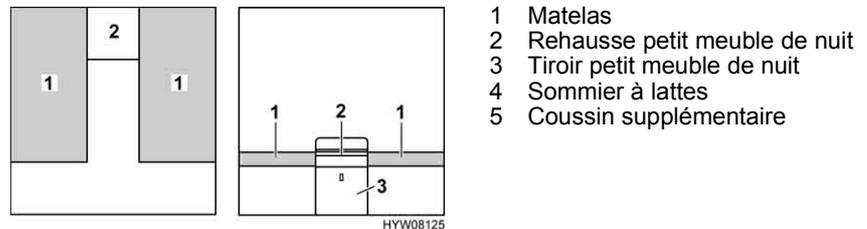

Fig. 107 Avant la transformation
- Retirer la rehausse du petit meuble de nuit (Fig. 107,2) et la mettre de côté.